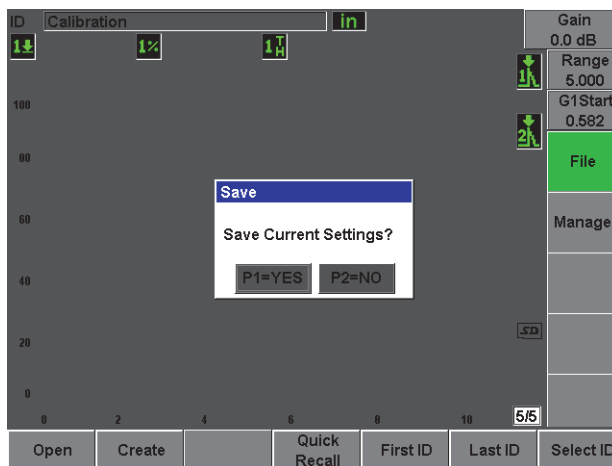

Рис. 2-21 Диалоговое окно Save (Сохранить)
10. Нажмите **Save** (Сохранить) [см. Рис. 2-21 на стр. 51].